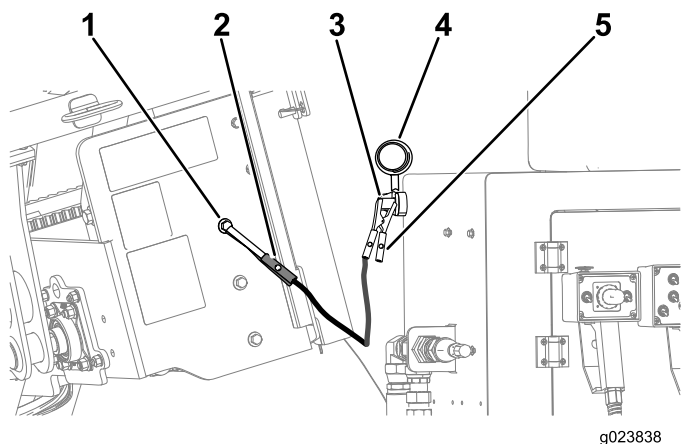

Figure 98
6. Retirez le capuchon de la borne positive de la batterie déchargée (Figure 98)
7. Branchez le câble de démarrage positif (+) à la borne positive de la batterie déchargée (Figure 98).
8. Branchez le câble de démarrage négatif (-) à un point de masse, tel un boulon non peint ou un élément du châssis (Figure 98).
10. Lorsque le moteur démarre, demandez à l'autre personne de débrancher le câble de démarrage négatif (-) du châssis, puis de débrancher le câble de démarrage positif (+) (Figure 98).